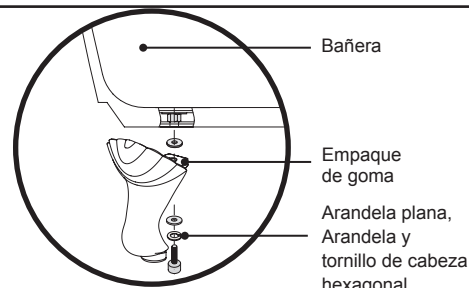

Figura 8. Ball e instalación Garra Pies
- 1 Gire el baño boca abajo sobre una cubierta protectora y fije las cuatro (4) pies de las cuatro patas (Figura 8).
- 2 Utilizando una arandela plana, arandela y el perno de bloqueo de cabeza hexagonal, coloque la estructura metálica de la bañera. Repita este paso para las otras tres (3) pies.
- 3 Una vez que los cuatro (4) pies han sido instalados, utilice una llave Allen (incluida) y apriete todas las piezas de montaje.